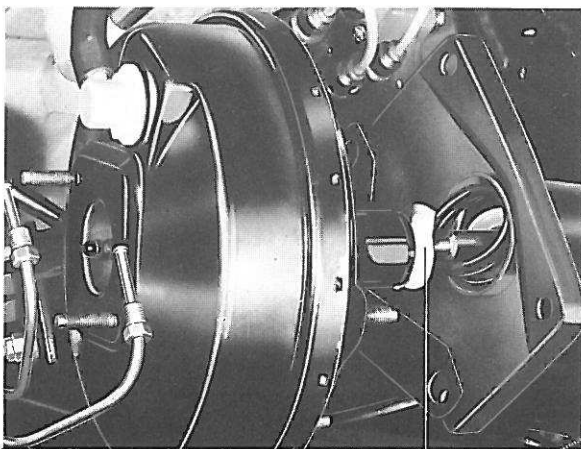

Figure 102. Remplacement du filtre à air
6. Découper le nouveau filtre s'il s'agit d'une servocommande du type 2 et le mettre en place en se référant à la figure 102. S'il s'agit d'une servocommande du type 3, il faudra décaler les rainures existant sur le filtre et sur l'isolant